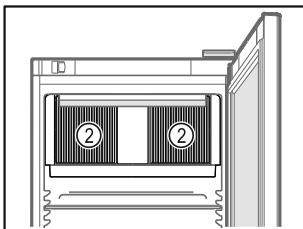

Fig. 57
- Udržiavajte volné vetracie štrbinu Fig. 57 (2) cirkulačného ventilátora vo vnútornom priestore.